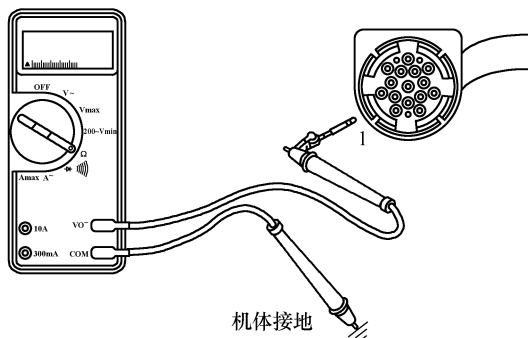
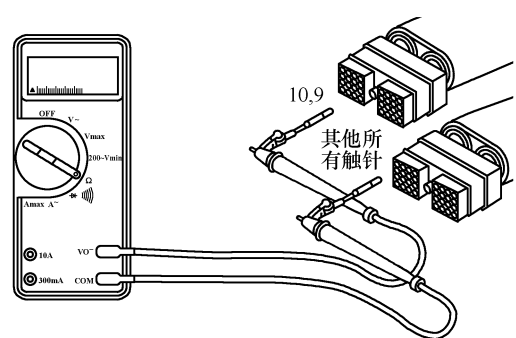

图 5-106 测量触针 1 与机体间的电阻
图 5-107 分别测量触针 10、9 与插头中其他所有触针之间的电阻
② 测量触针1(15针插头)与机体间的电阻(图5-106),应大于 $100k\Omega$ 。如果不是开路,则短路出现在内部线束,应更换执行器内部线束。
(3) 检查触针之间是否短路
① 断开钥匙开关,从ECM上断开执行器线束插头。分别测量触针10、9与该插头中其他所有触针之间的电阻(图5-107),应大于 $100k\Omega$ 。如果不合格,应维修或更换执行器线束。